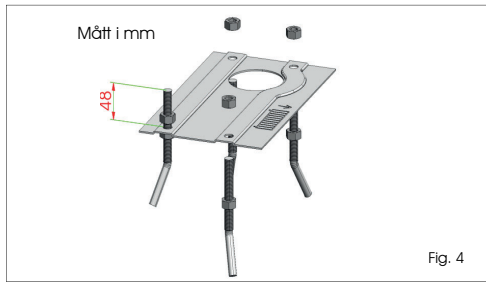

Fig. 4
1. Montera bottenplattan som i Fig. 4.